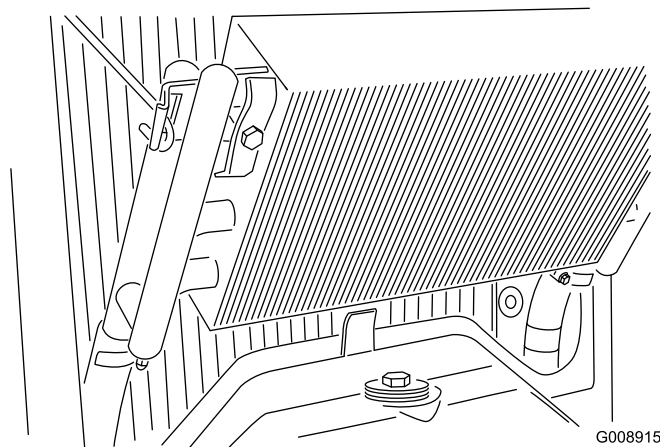

Bild 67
4. Entriegeln Sie den Ölkühler und schwenken ihn nach hinten (Bild 67).